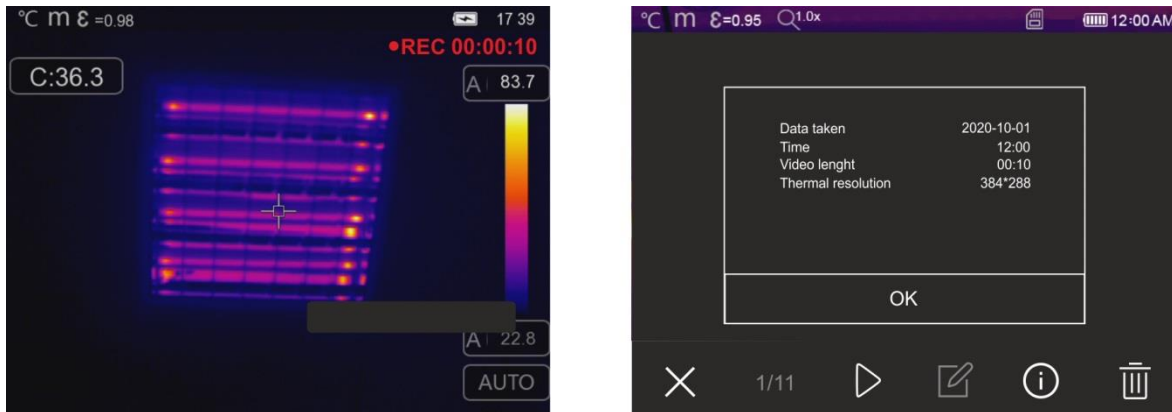

Fig. 46: Registro vídeo IR
1. **Pulse y mantenga pulsada la tecla T (Trigger) durante al menos 2s.** La indicación “REC” se muestra en la parte superior indicando el registro en curso (ver la Fig. 46)